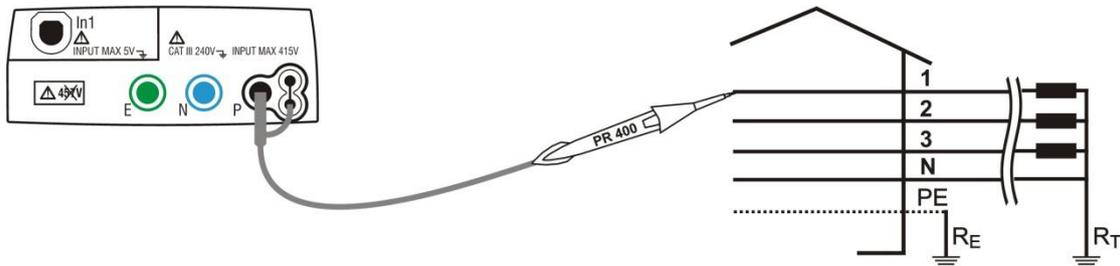

Fig. 24: Verificação da sequência das fases com um terminal, ligação fase 1
3. Inserir os conectores azul e preto dos cabos individuais nos correspondentes terminais de entrada do instrumento N, P. Inserir nas extremidades livres os correspondentes crocodilos ou ponteiras. Eventualmente utilizar a ponteira remota inserindo o conector multipolar no terminal de entrada P. Ligar os crocodilos, ponteiras ou a ponteira remota à rede elétrica de acordo com as Fig. 24 e Fig. 25.